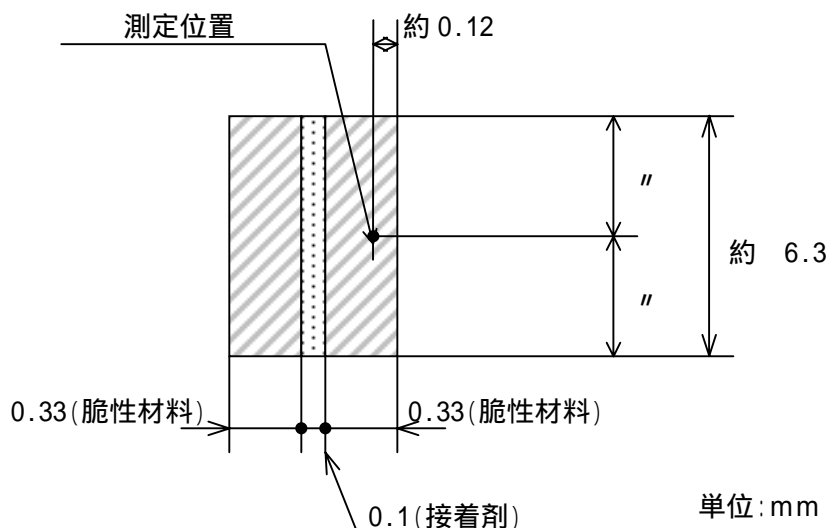

図1
- 1) 試料: 板材(脆性材料)と接着剤のサンドイッチ構造(図1. 参照)